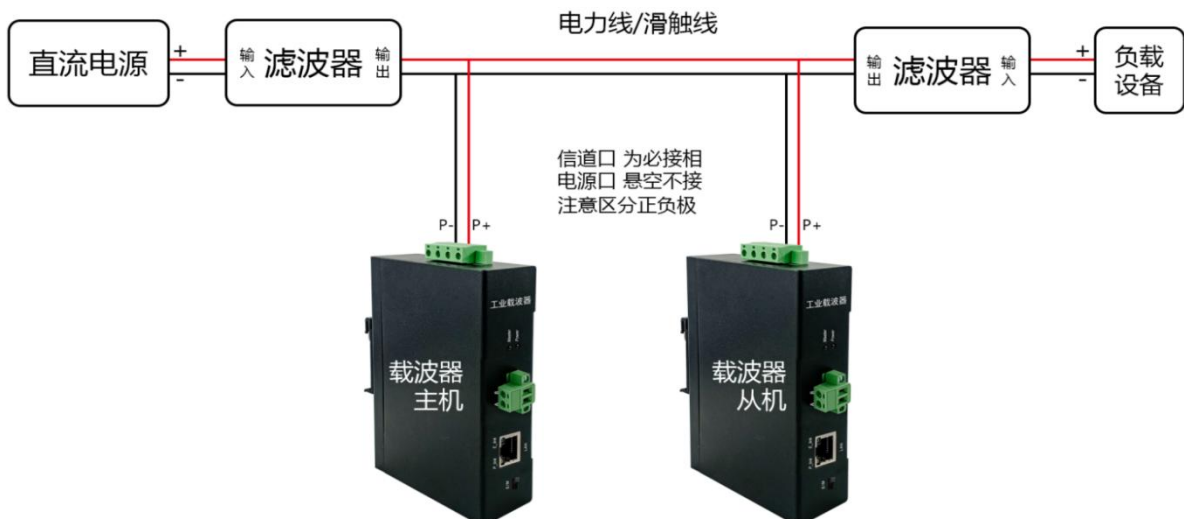

图 2
**2、外置滤波器接线方式：负载大于 5A 时，电力线两端需串联滤波器，信道口 P+、P-并联到电力线上，需区分正负极。电源口可悬空不接。接线示意图，如图 2：**